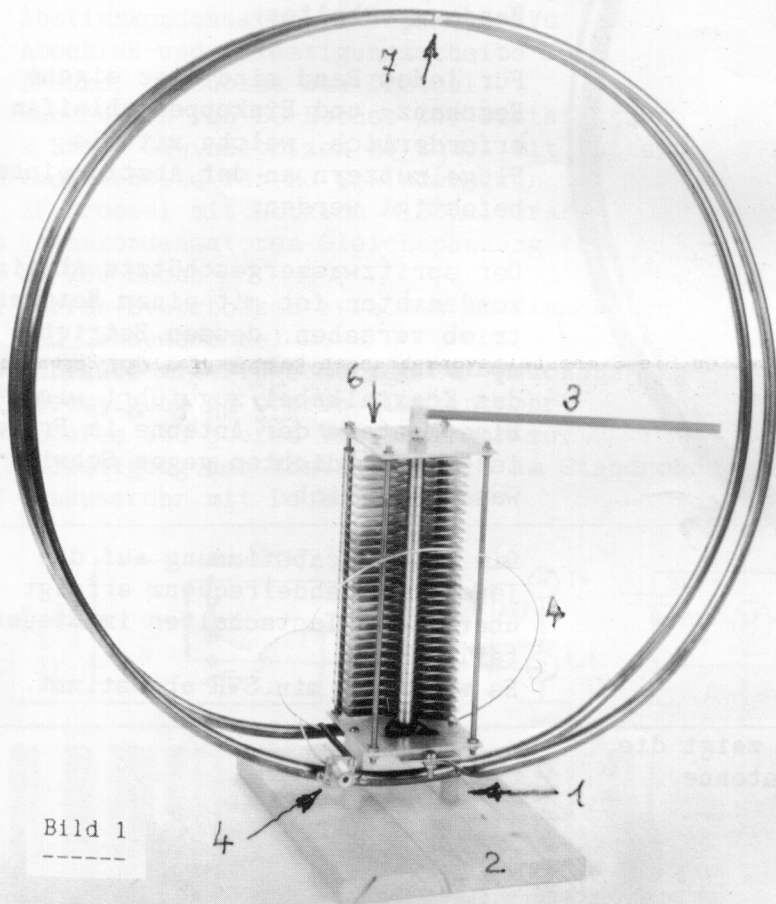

Bild 1
Bild 1 zeigt den Aufbau einer solchen Antenne. Der Abstimmkondensator steht auf zwei Polyamidbolzen (1) die auf eine Holzplatte (2) geschraubt sind. Ein Handhebel (3) oben am Abstimmkondensator sorgt für den notwendigen "Feintrieb" beim Abstimmen.